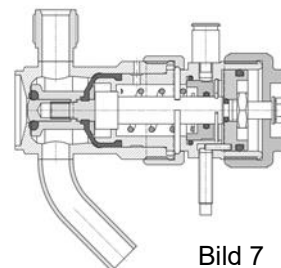

Bild 7
- Manuelle und pneumatische Betätigung (Bild 7)